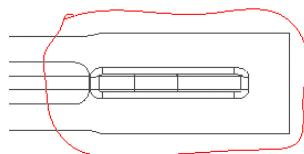

图 10.4.30 草绘轮廓线
(2) 在系统  的提示下，直接绘制图 10.4.30 所示的样条线来定义部分视图的边界，当绘制到封合时，单击鼠标中键结束绘制（在绘制边界线前，不要选择样条线的绘制命令，而是直接单击进行绘制）。